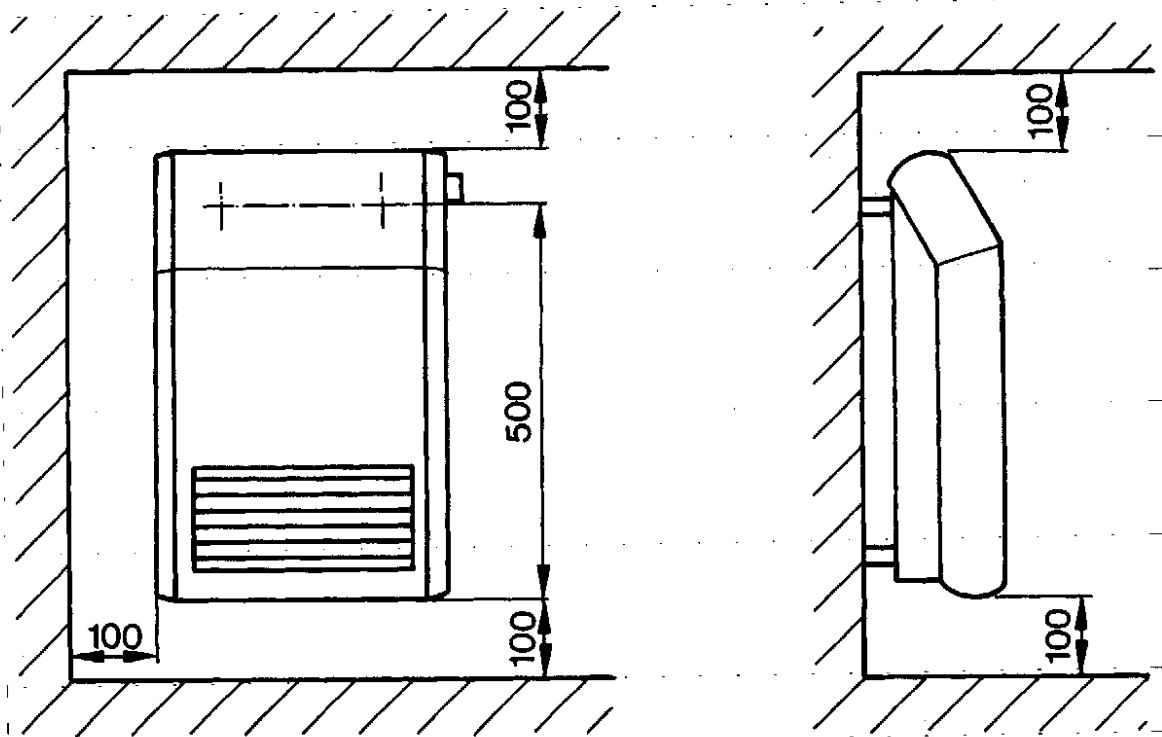

Рис. 5.1 Габаритные размеры аппарата и минимальные расстояния. Все размеры даны в мм
- Перед аппаратом необходимо соблюдать минимальное расстояние 50 см от предметов из горючих материалов (гардины, мягкая мебель, скатерть и т. п.). Необходимо также соблюдать минимальные расстояния от стен и пола, указанные на рис. 5.1.
Крепежную планку (6, рис. 6.1) вынуть из упаковки и разметить её положение на стене таким образом, чтобы обеспечить минимальные расстояния 100 мм от пола до нижней кромки аппарата, от верхней кромки аппарата до подоконника или подобного тому препятствия, а также от боковой стенки до боковых препятствий (см. рис. 5.1).